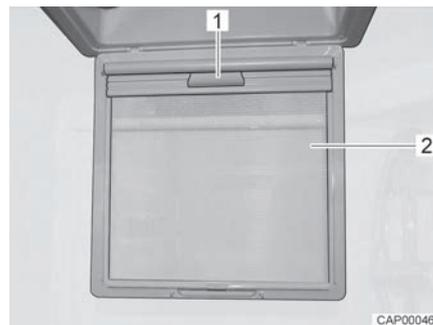

Fig. 41 Oscurante a rullo
- Ribaltare la protezione contro gli insetti (Fig. 41,2) verso il basso.
- Tirare verso il basso l'oscurante a rullo tramite la maniglia (Fig. 41,1) fino a fissarlo alla parte opposta.
- Sganciare l'oscurante a rullo dalla maniglia (Fig. 41,1) e ricondurlo lentamente nella posizione iniziale.
- Spingere la protezione contro gli insetti (Fig. 41,2) verso l'alto finché non si innesta.